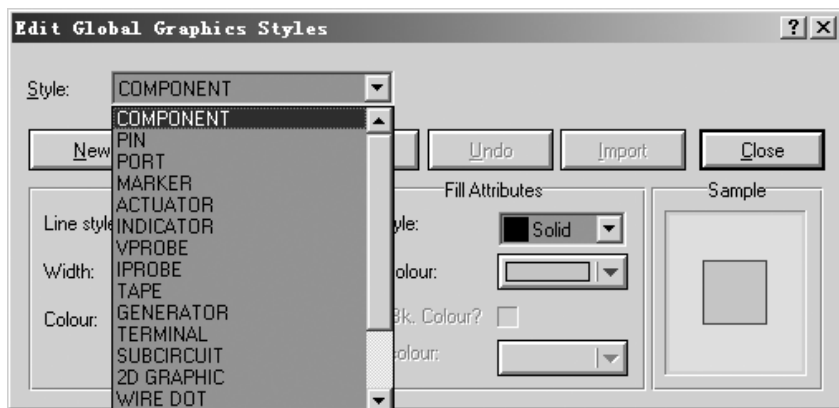

图 4.31 设置图形风格
- **Set Graphics Styles:** 设置图形风格，点击后会弹出如图 4.31 所示的对话框，主要用于设置元件（COMPONENT）、引脚（PIN）、端口（PORT）等的线风格（Line style）、宽度（Width）、颜色（Colour）、填充风格（Fill Attributes）等，在右侧的 Sample 区域内可以看到当前设置的效果。